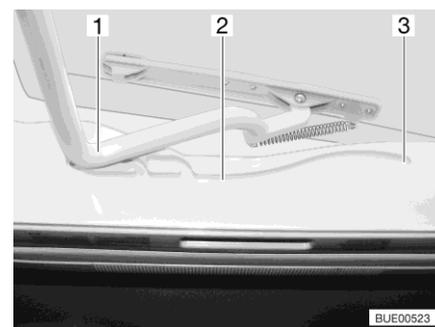

Fig. 115 Guida (oblò Heki)
- Tirare la staffa (Fig. 115,1) nelle guide (Fig. 115,2) fino alla posizione più all'indietro (Fig. 115,3).
- Spingere la staffa (Fig. 115,1) leggermente verso l'alto con ambedue le mani.
- Tirare la staffa nelle guide (Fig. 115,2) fino alla posizione desiderata.